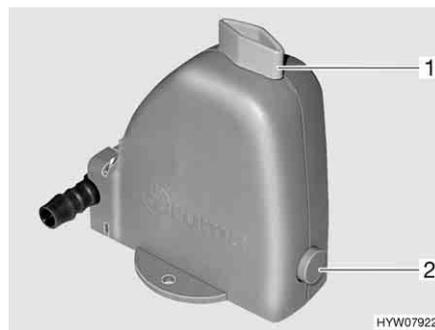

Bild 149 Sicherheits-/Ablassventil des Boilers
Der Boiler ist mit einem Sicherheits-/Ablassventil (Bild 149) ausgestattet. Das Sicherheits-/Ablassventil verhindert, dass das Wasser im Boiler einfriert, wenn bei Frost die Heizung nicht eingeschaltet ist.
- Sicherheits-/Ablassventil schließen. Dazu den Drehknopf (Bild 149,1) quer zum Sicherheits-/Ablassventil drehen und den Druckknopf (Bild 149,2) hineindrücken.
- Sicherheits-/Ablassventil öffnen. Dazu den Drehknopf (Bild 149,1) längs zum Sicherheits-/Ablassventil drehen. Der Druckknopf (Bild 149,2) springt heraus. Der Boiler wird über das Sicherheits-/Ablassventil nach außen entleert.